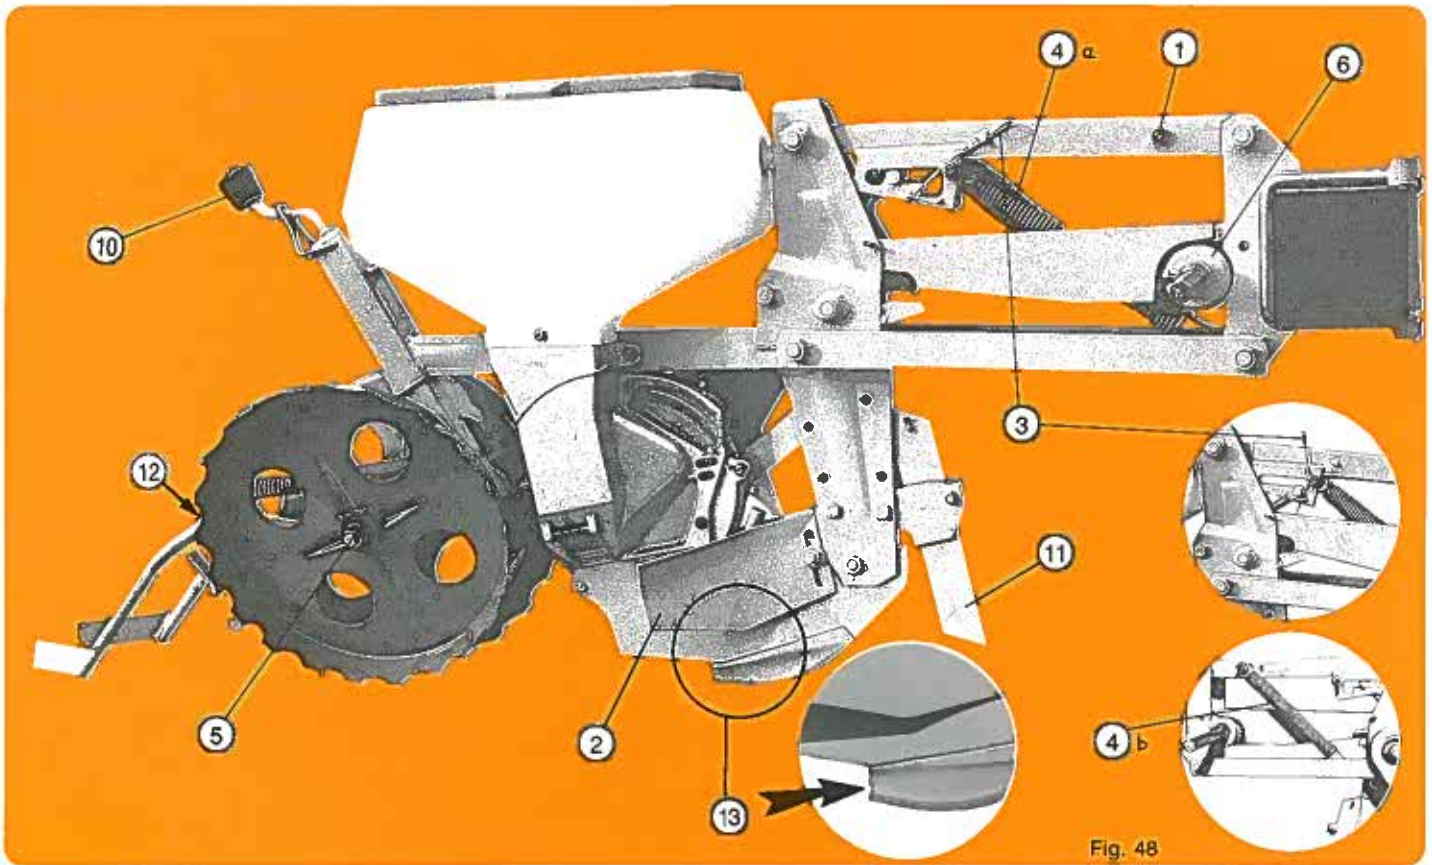
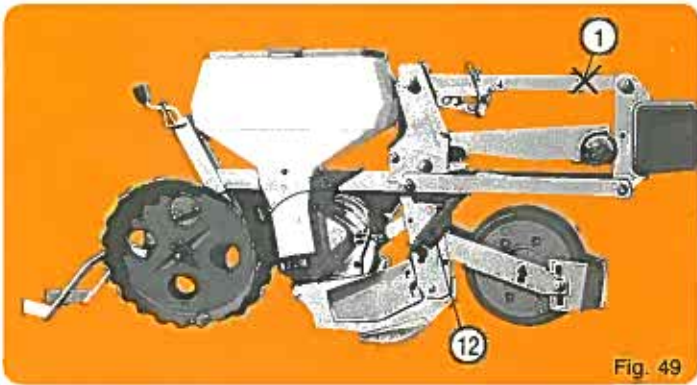

Fig. 48
Fig. 49
Version de base (fig. 48) :
- Bloc roue avant (fig. 49) : améliore la régularité de terrage. A retenir pour semis délicats tels haricots - soja - colza - sorgho... Par ses fixations disposer la roue en POSITION HAUTE. ATTENTION : sur terrains mottes, pierreux ou mal préparés la roue avant risque de trop solliciter l'élément et d'être la cause d'irrégularités de distances sur rang. Avec cette roue supprimer le boulon de parallélogramme (1).
- Ne pas oublier les 2 ressorts stabilisateurs (12).
- 1 Boulon de blocage du bras de parallélogramme : ce boulon reste en place pour la version de base maïs (fig. 48). Il doit par contre impérativement être enlevé avec roue avant (fig. 49) et avec double disque + roues accolées (fig. 53).
- 3 Taquet d'accrochage en position relevée (fig. 48) : en cours de travail laisser le ressort dans son cran pour éviter les accrochages involontaires du taquet.
- 4 Ressort de parallélogramme (fig. 48) : monté suivant (4) a, il accentue le poids de l'élément. Monté suivant (4) b, il allège l'élément. Avec roue avant supprimer le ressort de préférence.
- 5 Réglage de l'écartement des roues maïs (fig. 48) : 2 bagues sur moyeux que l'on place soit côté intérieur, soit côté extérieur, permettent d'obtenir 2 écartements à la base. Utiliser les roues réservées pour semis superficiels (1 à 3 cm).
- 6 Système de sécurité (fig. 48) : il provoque un crabotage sonore en cas de blocage de la distribution. Un arrêt est alors obligatoire (voir page 31). Graisser les dents du crabot à la mise en route pour faciliter les premiers déclenchements.
- 10 Réglage du terrage (fig. 48) : une jauge graduée facilite l'uniformité du réglage.
- 11 Coupe indépendant (fig. 48) : pour fendre les sols durs et écarter mottes et cailloux de la trace du sillon ; à remonter et même à escamoter complètement dans le cas de grosses pierres ou de rochers fixes.
- 12 Réglage de la hauteur des raclettes (fig. 48) par un jeu de rondelles d'épaisseur.
Basic version (fig. 48) :
- Front press wheel (fig. 49): improves the uniformity of soil engagement. To be used for delicate seeds such as beans - soybeans - rape seed - sorghum... Set the wheel in HIGH POSITION by means of its mounting. ATTENTION: for soil covered with clods or stones, or poorly prepared soil, the front press wheel could cause irregular spacing in the row. With the front press wheel, remove the bolt in the upper parallel linkage (1). Do not forget the two stabilizer springs (12).
- 1 Bolt to block the arm of the parallel linkage: with the basic corn unit with clod remover or double disc opener, this bolt remains in its place. However, this bolt has to be removed when the front press wheel (fig. 49) or double disc opener with side press wheel (fig. 53) are used.
- 3 Locking pawl to keep unit in a raised position (fig. 48): while planting, in order leave the spring in its notch to avoid unexpected lock-up.
- 4 Springs for parallel linkage (fig. 48): when mounted as per (4) A, they increase the down pressure of the planting unit. When mounted as per (4) B, they reduce the down pressure of the planting unit. When using the front press wheel, reduce the down pressure as needed.
- 5 Adjustment of the spacing of corn press wheels (fig. 48): placing the 2 bushings on the inside or the outside of the wheel hub allows for 2 basic widths. Use the narrow setting for shallow seeding (1-3 cm) (3/8 - 1 1/2").
- 6 Safety system (fig. 48): this causes the clutch to sound in case of a blockage in the metering system. When this clutch sound is heard, stop the machine immediately (see page 31). The teeth of the clutch should be lubricated when restarting in order to make the first declutching easier.
- 10 Adjustment of the depth (fig. 48): a gradual scale makes it easier to set the unit at a uniform depth.
- 11 Independent coulter (fig. 48): to slice open hard soil and move aside clods or rocks in the path of the seed furrow; to be removed completely when used in conditions with large rocks.
- 12 Adjustment of the height of the hillers (fig. 48) by means of a pair of washers.
Grundausführung (Abb. 48) :
- Vordere Andruckrolle (Abb. 49) ebnet den Boden ein, zur besseren Kornablage. Diese ist besonders geeignet für die Aussaat von Bohnen, Sojabohnen, Raps und Sorghum. Die Andruckrolle ist durch Befestigung in hoher Stellung einzustellen. ACHTUNG: Bei Böden mit Steinen, Kluten und schlechter Vorbereitung kann die vordere Andruckrolle zu ungleichmäßiger Aussaat führen.
- Wenn Sie die vordere Andruckrolle montiert haben, müssen Sie die Schraube an der oberen Parallelogrammschiene (1) entfernen. Vergessen Sie nicht die 2 Stabilisierfedern (12) zu entfernen.
- 1 Blockierungsschraube für den Parallelogramm: Bei der Grundausführung Maïs (Abb. 48) ist diese Schraube eingesetzt, bei vorderen Andruckrollen ist dagegen die Schraube (Abb. 49) unbedingt zu entfernen, das gilt auch beim Scheibenschär mit Andruckrolle (Abb. 53).
- 3 Element in Transportstellung (Abb. 48): Beim Spannen der Feder wird der Sperrhebel aus der Kerbe gedrückt und das Element geht in Arbeitsstellung zurück.
- 4 Federn für Parallelogramm (Abb. 48): Wenn Sie in der Stellung (4) a montiert sind, verstärken Sie den Druck auf das Element. Wenn Sie in der Stellung (4) b montiert sind, vermindern Sie den Druck auf das Element. Wenn Sie vordere Andruckrollen angebracht haben, ist die Feder zu entfernen.
- 5 Weiteinstellung der Maïs-Andruckrollen (Abb. 48): Beim Einsetzen der Distanzhülsen auf der einen oder anderen Seite der Achse, können zwei verschiedene Weiten der Andruckrollen erzielt werden. Bei oberflächlicher Aussaat (1 bis 3 cm) sind die eng liegenden Andruckrollen zu verwenden.
- 6 Überlastsicherung (Abb. 48): Wenn die Säscheibe blockiert ist (durch Einwirkung von Fremdkörpern) spricht die Überlastsicherung an durch ein knarrendes Geräusch. Halten Sie sofort die Maschine an, um die Ursache festzustellen (siehe Seite 31). Bei der Inbetriebsetzung sind die Zähne der Kupplung zu schmieren, um das Auslösen der Kupplung zu erleichtern.
- 10 Tiefenregulierung (Abb. 48): Eine Skala erleichtert die Tiefenregulierung.